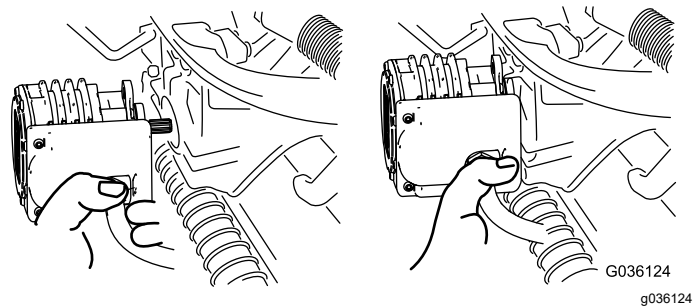

Figure 73
5. Amenez le moteur à la position de rangement sur l'avant du bras de suspension (Figure 73).